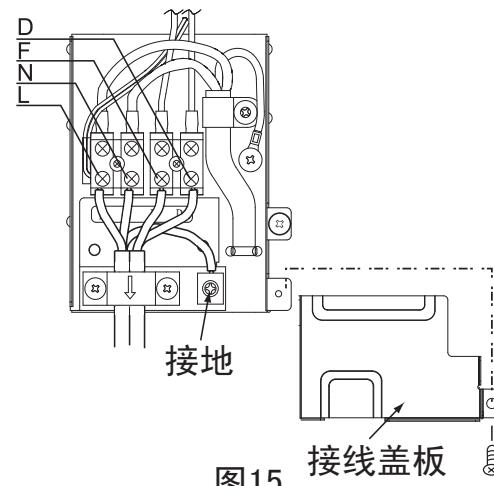

图15
- 先将连接电缆如下图将头部弯折。（如图15）
- 连接电缆连接结束后，必须按图15所示装上接线盖板。
- 然后用手将面框右下角风室下盖板①、②处的勾子沿箭头相反方向推紧，装上风室下盖板。